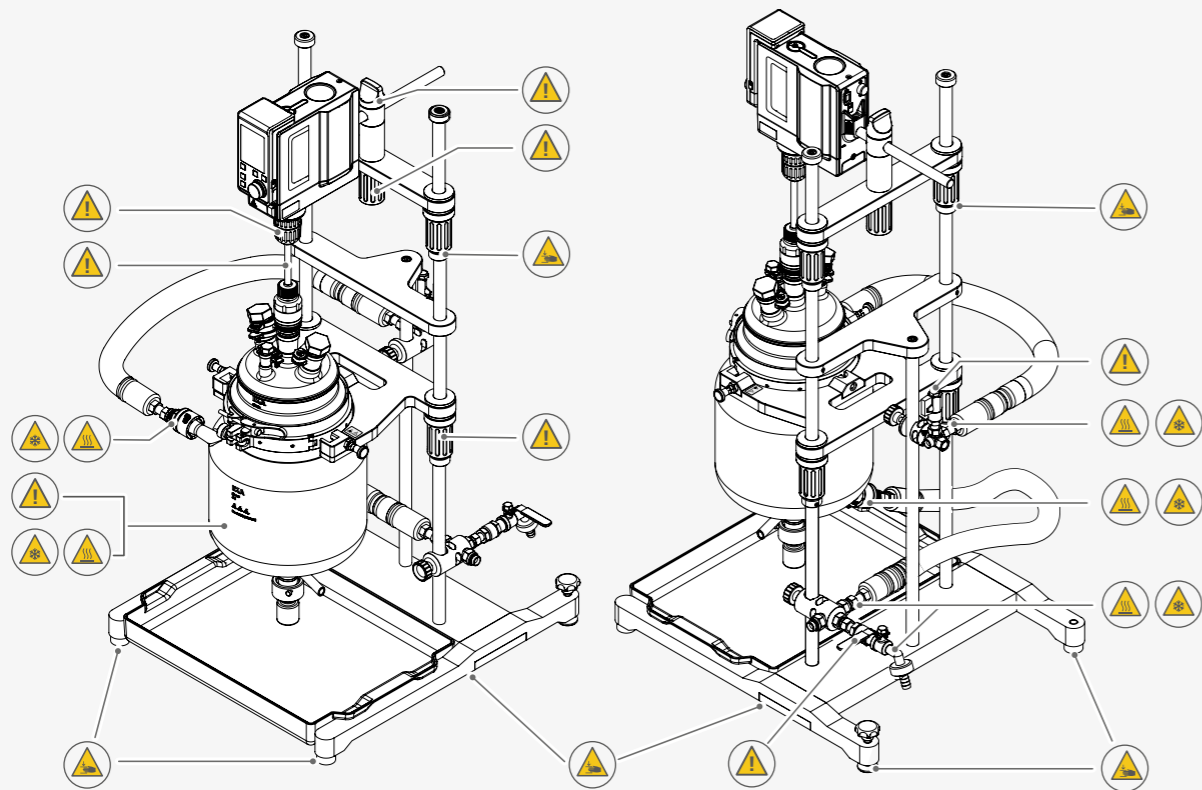

Fig. 1
- > Preste atención a los puntos identificados en la Fig. 1.